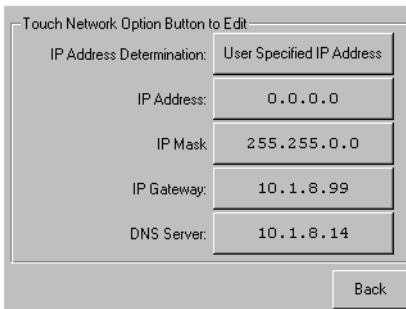

Figura 3-11. Pantalla Fixed IP address (Dirección IP Fijada)
4. Seleccione cada opción de dirección IP y, a continuación, utilice el teclado numérico para introducir cada dirección IP (consulte la Figura 3-11):